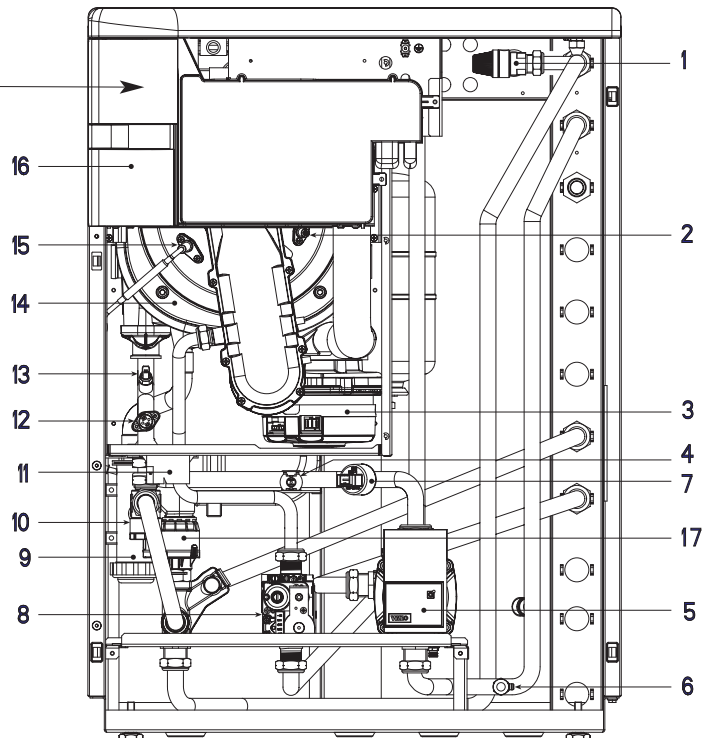

Abb. 3
1.5.2 ATLANTIS HM 30/50 ErP (Abb. 3/a)